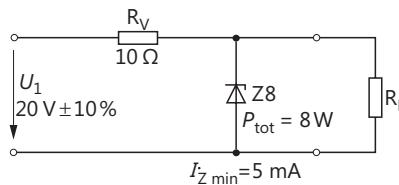

Bild 6.35
14. Der Lastwiderstand  $R_L$  in Bild 6.35 muss so groß gewählt werden, dass die Z-Diode einwandfrei arbeitet und nicht überlastet wird. Welchen größten und welchen kleinsten Ohmwert darf der Widerstand  $R_L$  haben, wenn die Eingangsspannung um  $\pm 10\%$  schwanken kann?